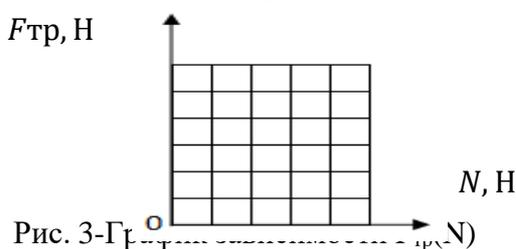

Рис. 3-График зависимости $F_{\text{тр}}(N)$
8. Постройте график зависимости $F_{\text{тр}}(N)$ (рис. 3).